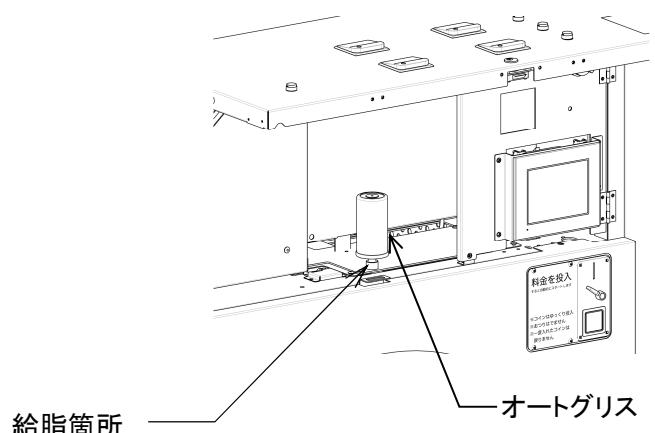

図8-3
⇒スイッチがONになります。容器に入れてしばらく置き、オイルの吐出を確認すること。(図8-3)
- ④ 油性ペンなどで、本器の側面ラベルに使用開始日を記入すること。
- ⑤ 機械の給脂箇所に手でねじ込み取り付けます。(図8-3)
- ⑥ 約12ヶ月間使用可能ですが、12ヶ月間の使用を保証するものではありません。必ず毎週残量を確認すること。